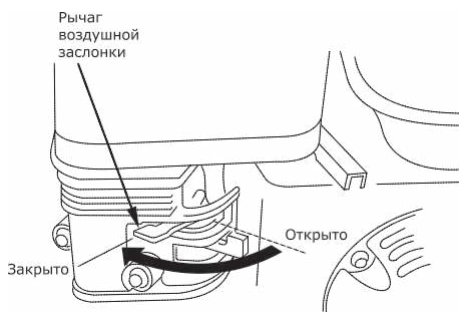

Рис. 10
- Поставьте рычаг привода воздушной заслонки (рис. 10) в следующее положение: